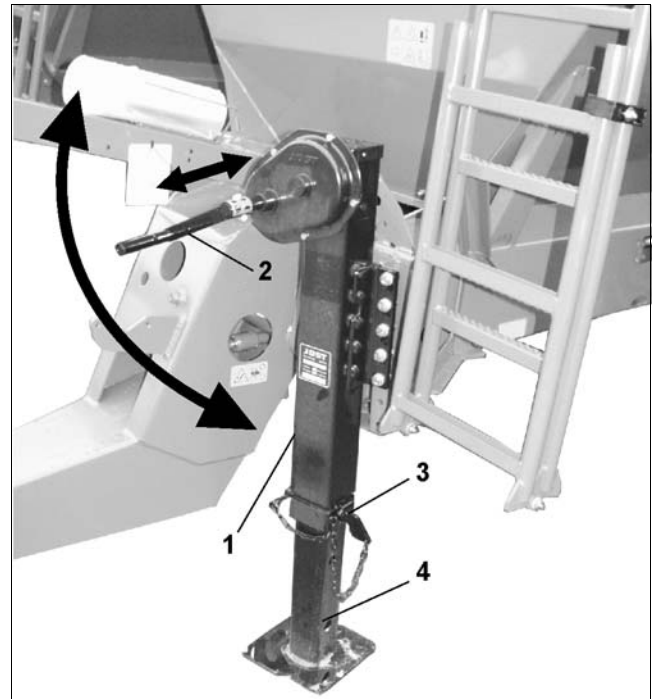

Fig. 12
- Stützfuß (Fig. 12/1) über Handkurbel (Fig. 12/2) bis zum Anschlag hoch kurbeln.
- Bolzen (Fig. 12/3) aus Stützfuß ziehen.
- Bolzen in unterer Bohrung (Fig. 12/4) abstecken und sichern.